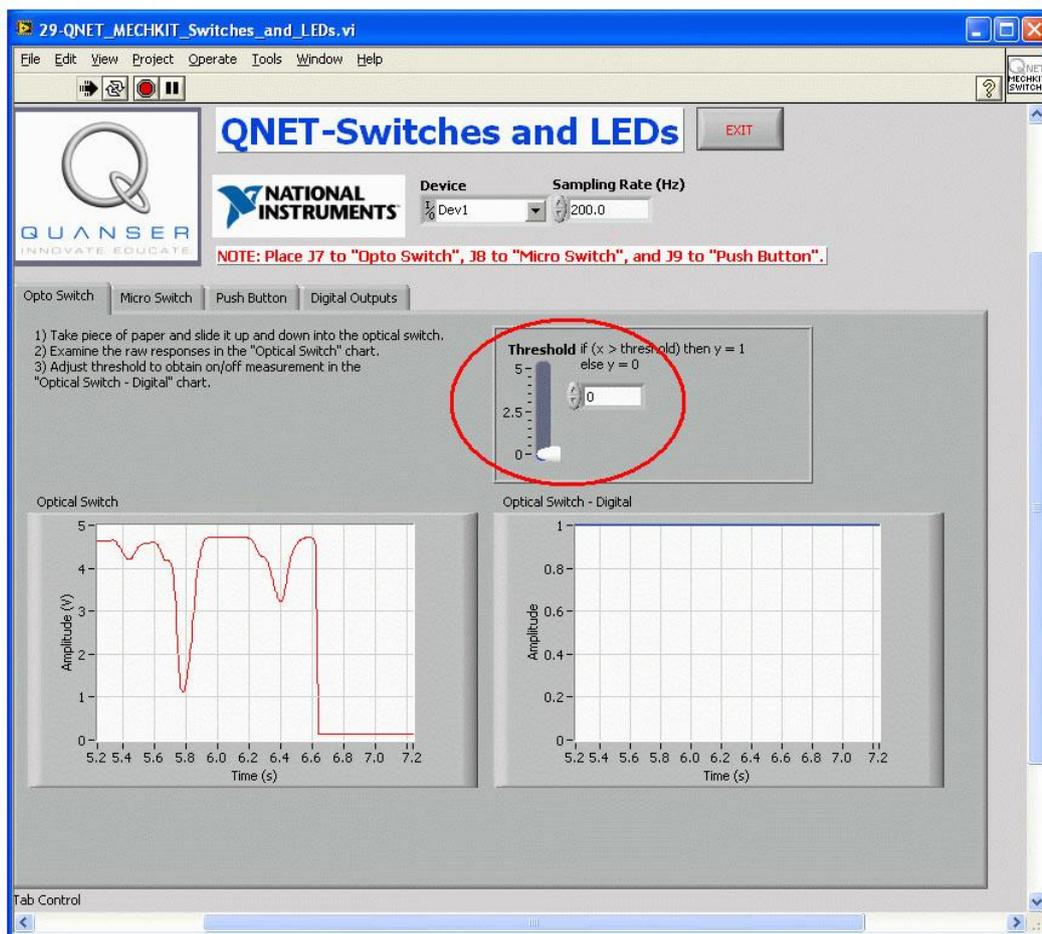

Рис. 55. VI QNET_TECHKIT_Switches_and_LEDs – закладка Optical Switch
3. Настройте пороговое значение (рисунок 55), чтобы получить результаты цифровых измерений (включено/отключено или 0/1) на графических индикаторах *Optical Switch* и *Optical Switch – Digital*.